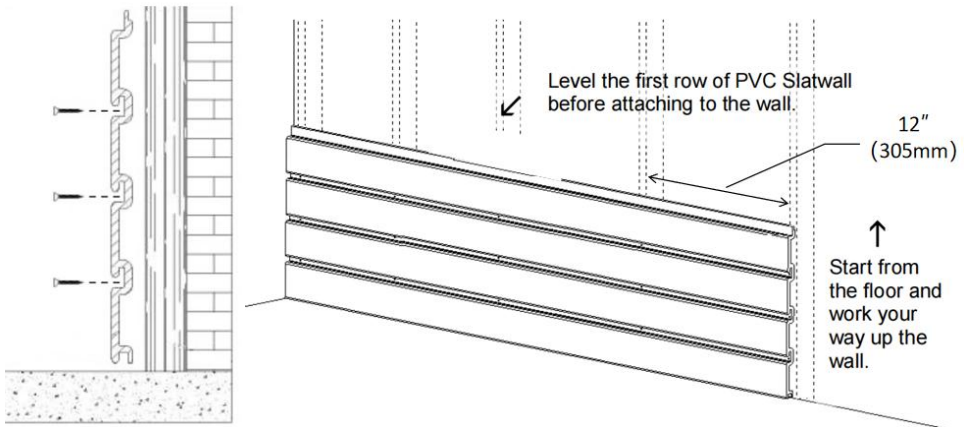

Abbildung 2 Abbildung 3
6. Es wird empfohlen, die Holzleisten im Abstand von 1–2 Zoll (305 mm) an der Wand anzubringen . Setzen Sie dann die Schrauben in die Schlitzes der Wandpaneele ein, wie in Abbildung 2 und Abbildung 3 gezeigt . Achten Sie darauf, die Lamellenwand waagrecht auszurichten, bevor Sie sie in die Holzpfosten schrauben.